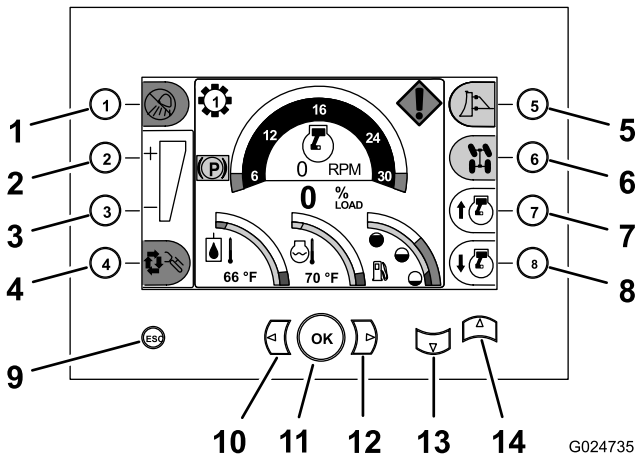

Figura 9
Familiarize-se com todos os controles (Figura 9 a Figura 16) antes de dar partida no motor e operar a máquina.
Use os botões na central de comando para controlar a operação das funções da máquina e navegar até a configuração da máquina e as telas de diagnóstico (Figura 9).
- **Botão de aumento do acelerador manual**—Pressione o botão de aumento do acelerador manual (botão 7), localizado no canto inferior direito da central de comando, para aumentar a velocidade do motor (Figura 9).
- **Botão de redução do acelerador manual**—Pressione o botão de redução do acelerador manual (botão 8), localizado no canto inferior direito da central de comando, para reduzir a velocidade do motor (Figura 9).